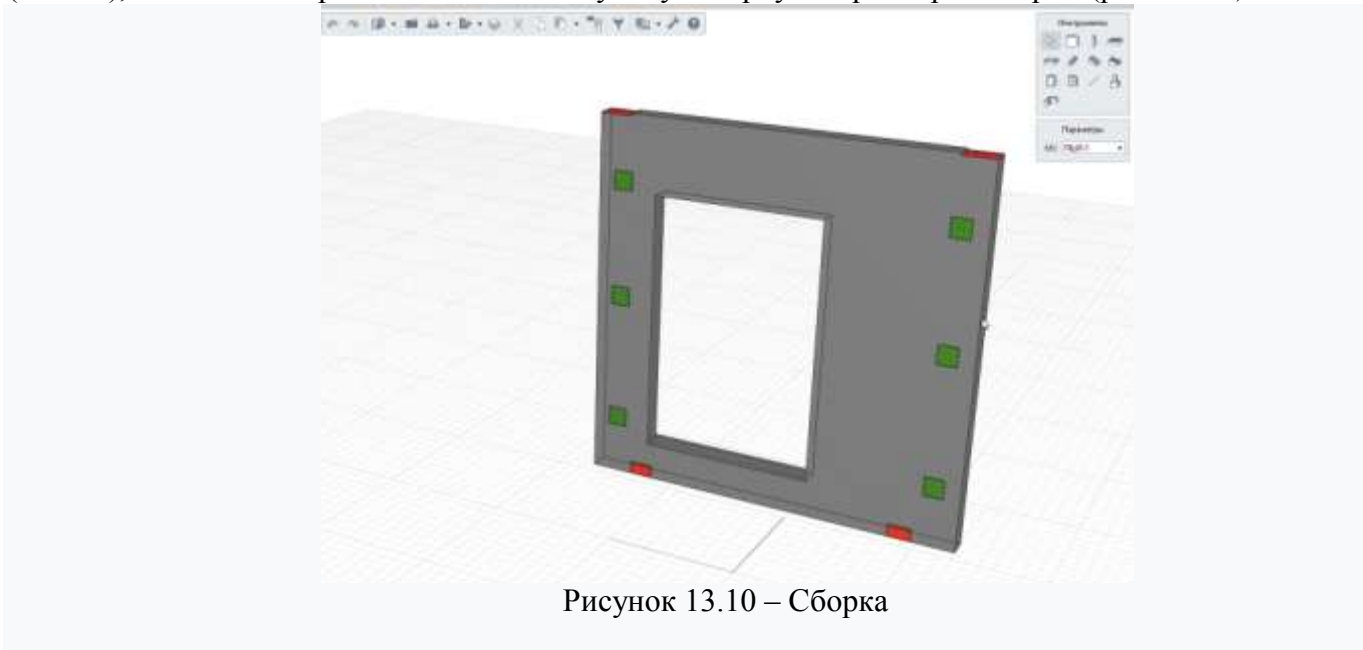

Рисунок 13.10 – Сборка
10. Прикрепить закладные детали к опалубке является использование инструмента *Сборка*. Создать новую сборку из готовой панели не составит труда. Нужно лишь аккуратно скопировать панель со всеми деталями с помощью сочетания клавиш (Ctrl+C), вставить в окно новой сборки (Ctrl+V), и не забыть прописать соответствующую марку в параметрах сборки (рис. 13.10).